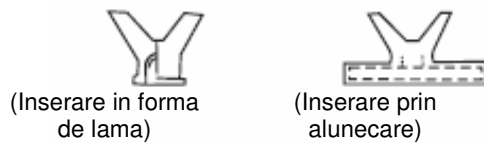

Fig.5-4
- Vezi Fig. 5-3 si Fig. 5-4 pentru distanta dintre suruburile pentru suspendare